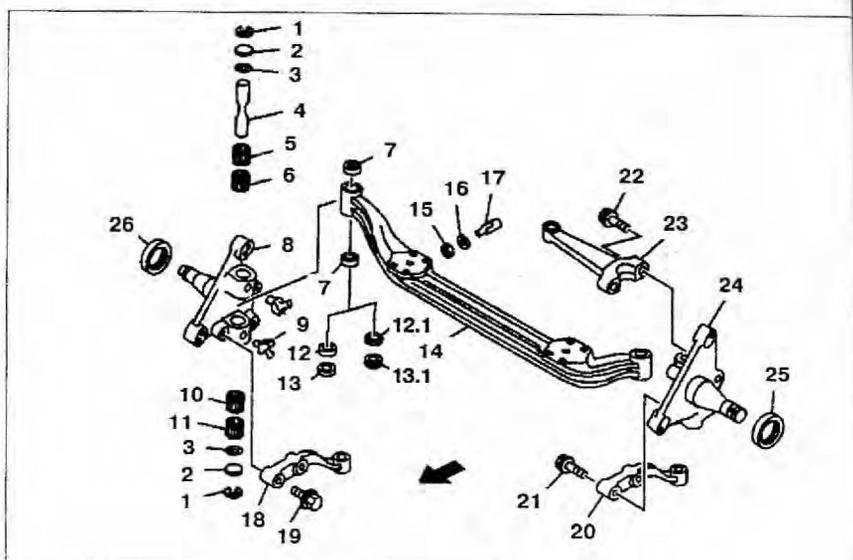

Рис. 5.5. Поворотный кулак:
2. Выпрессуйте продольные рулевые тяги из рычагов **23** (рис. 5.5);